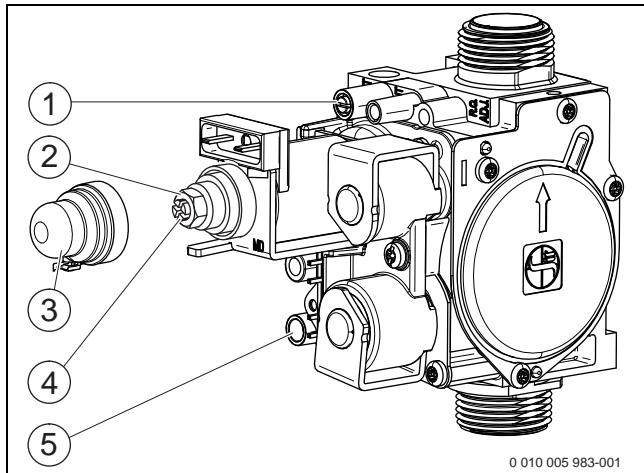

Рис. 31 Газовая арматура
- ▶ Отверните уплотнительный винт штуцера измерения давления на форсунках (рис. 31, [1]) и подсоедините U-образный манометр.
- ▶ Снимите крышку (рис. 31, [3]).
- ▶ Значение «*max*» давления (мбар) на форсунках приведено в таб. на стр. 42. Установите давление на форсунках регулировочным винтом максимального расхода газа (рис. 31, [2]). Поворот направо - больше газа, поворот налево - меньше газа.
- ▶ Значение «*min*» давления (мбар) на форсунках приведено в таб. на стр. 42. Установите давление на форсунках регулировочным винтом минимального расхода газа (рис. 31, [4]).
- ▶ Выключите котёл и закройте газовый кран, отсоедините U-образный манометр и заверните уплотнительный винт (рис. 31, [1]).
- ▶ Отверните уплотнительный винт на штуцере измерения подаваемого давления газа (рис. 31, [5]) и подсоедините манометр.
- ▶ Установите и опломбируйте крышку (рис. 31, [3]).
- ▶ Снимите заглушку с измерительного штуцера дымовых газов (→ рис. 31, [1]).